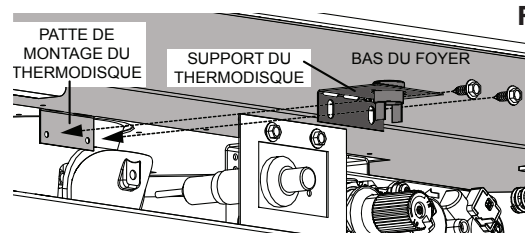

Fig. 4
K. Pliez le support du thermodisque à 90 degrés puis fixez-le au patte de montage utilisant les deux vis fournies, Figure 4. Assurez que le thermodisque touche le bas du foyer et que le harnais de fils est correctement fixé.